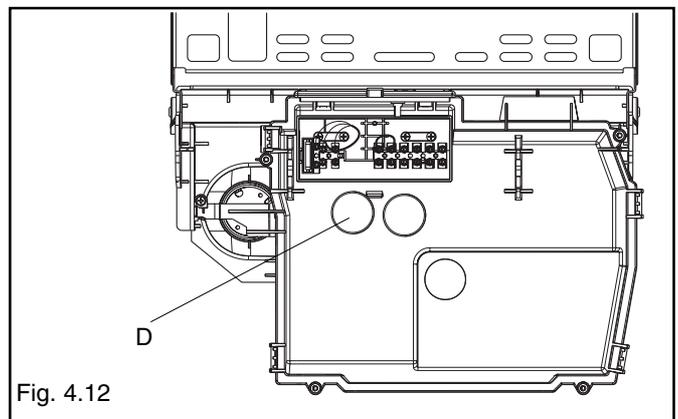

Fig. 4.12
- quitar la tapa **D** (fig. 4.12)
- volver a cerrar la tapa **D** (fig. 4.12)